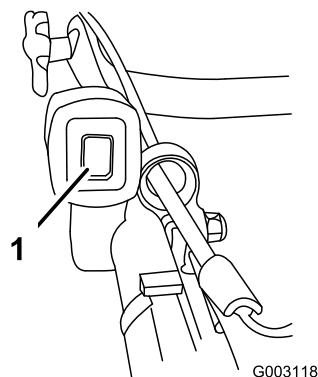

Figure 16
1. Poussez le commutateur d'allumage en position Contact établi (I) (Figure 16).